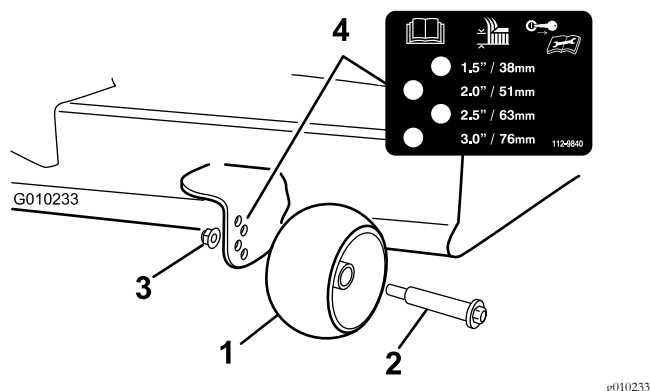

Figura 23
- Ajuste os rolos antidanos (Figura 23) para corresponder à posição da altura de corte mais próxima.